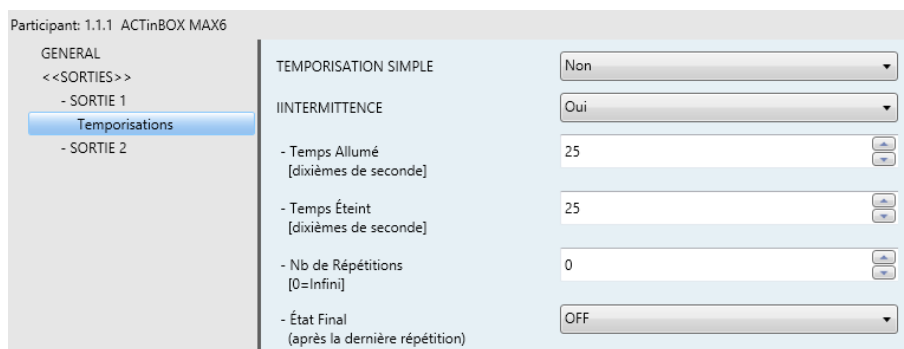

Figure 9. Page de temporisations. Intermittence
- **Intermittence** (voir Figure 9). Permet le lancement de séquences d'allumages et d'extinctions intermittentes, en configurant pour cela, le temps allumé et le temps éteint, ainsi que le nombre de fois que cette séquence, d'allumage et d'extinction, se répétera (si dans le paramètre "Nombre de répétitions" est choisi la valeur 0, la séquence se répétera indéfiniment, jusqu'à ce qu'arrive un ordre d'extinction de l'intermittence, "[SX] Intermittence=0"). Il est également possible de définir la position dans laquelle se placera la sortie après la dernière répétition (possibilité de choisir entre sortie allumée ou éteinte).